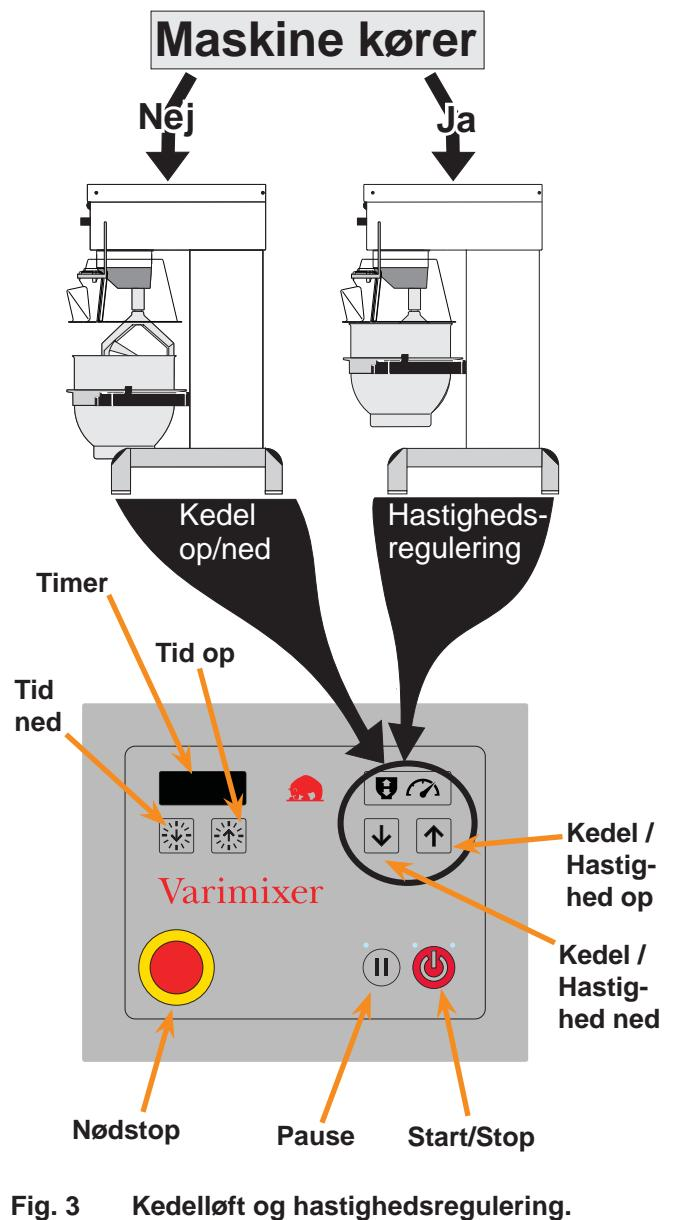

Fig. 3 Kedelløft og hastighedsregulering.
- C For at løfte kedlen trykkes på (fig. 3) Kedlen stopper automatisk i topposition.
- E Tryk på for at starte maskinen (fig.3).
Maskinen har på betjeningspanelet to knapper, og , som begge har to funktioner (fig.3):
- Frigør nødstop (**fig.3**) ved at dreje det mod uret eller luk sikkerhedsskærmen.